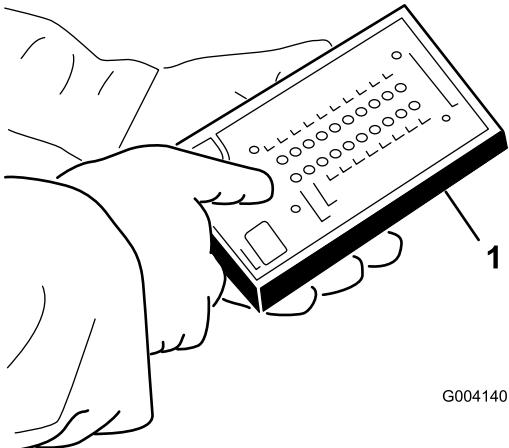

Bild 28
5. Schließen Sie den Stecker der ACE-Diagnosikanzeige an den Rückführungsstecker des Kabelbaums an (Bild 28).